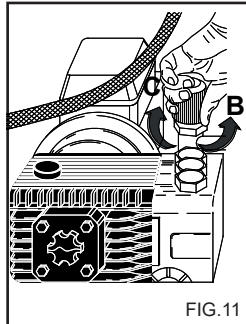

FIG. 11
Este capítulo diz respeito apenas aos modelos equipados com o dispositivo "Regulador de pressão". O dispositivo regulador de pressão, fig. 11, permite regular a pressão de trabalho. Rodando o manípulo C no sentido inverso ao dos ponteiros do relógio (B) (mínimo) obtém-se uma redução da pressão de funcionamento.